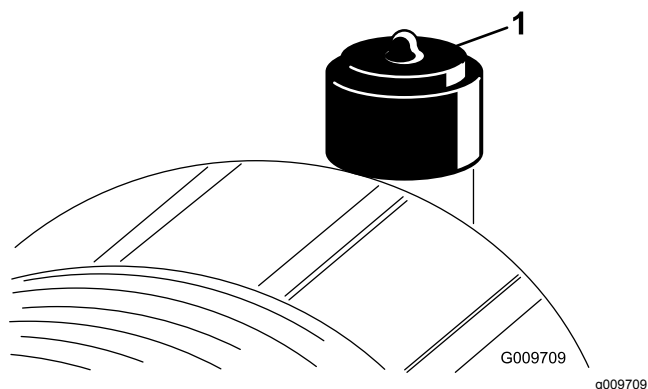

図 67
エアクリーナのフィルタの整備は、インジケータが赤色になってから行ってください 図 67。早めに整備を行っても意味がありません。むしろフィルタを外したときにエンジン内部に異物を入れてしまう危険が大きくなります。
2. インジェクター図 67 が赤になっている場合はリセットする。